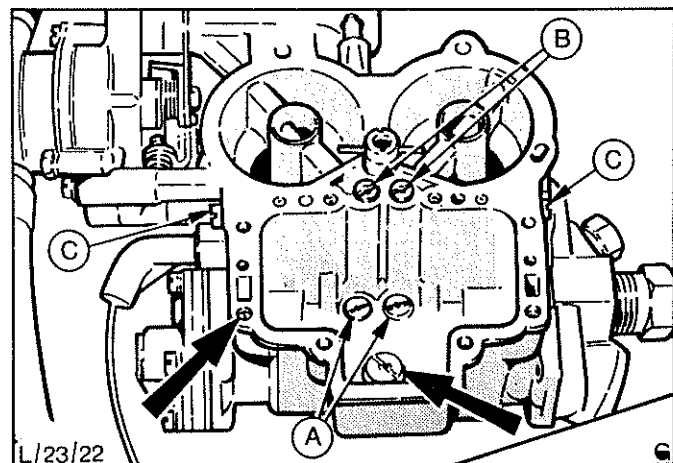
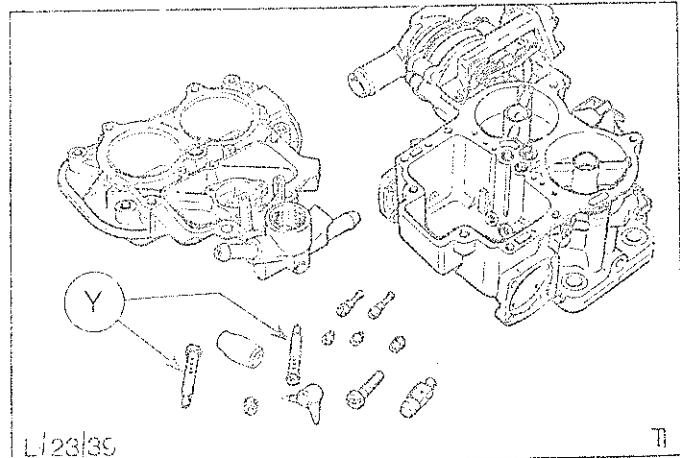

Abb.18 Düsen, die zur Reinigung entfernt werden müssen
Abb.22 Zu reinigende Teile
5. Düsen und Düsenstopfen aus dem Vergasergehäuse entfernen, Abb.18.
Die Mischrohre sind in Abb.22 durch "Y" gekennzeichnet und befinden sich neben den beiden Luftkorrekturdüsen, die in Abb.18 mit "B" markiert sind.
Beachte: Sicherstellen, daß alle Düsen und Düsenitze im Vergasergehäuse und Deckel gereinigt werden, Abb.22.